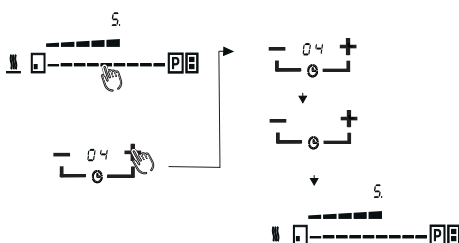

Abb. 68
Drücken Sie die Sensortaste (S) zum Ein- und Ausschalten der Timer-Funktion. Die Einstellung der gewünschten Zeit erfolgt über die Sensortasten + / - (Abb. 68).
3 Sekunden nach der gewünschten Zeiteingabe blinkt diese in der Anzeige des jeweiligen Kochfeldes auf (Abb. 68).